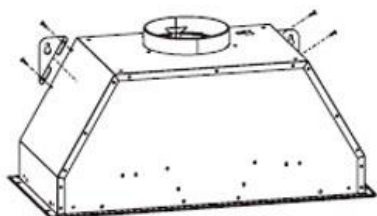

Рис. 3
1. Закрепите левую и правую подвесные панели с помощью 4 винтов ST4\*8 на корпусе вытяжки. Смотрите рис. 3.